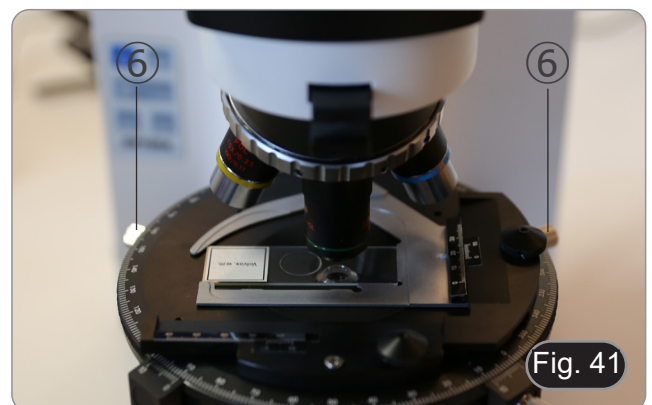

Fig. 41
7. Agendo sulle viti di centraggio del tavolino ⑥ spostare il particolare in direzione diametralmente opposta al cerchio descritto. Lo spostamento dovrà essere di circa metà del diametro del cerchio descritto. (Fig. 41)